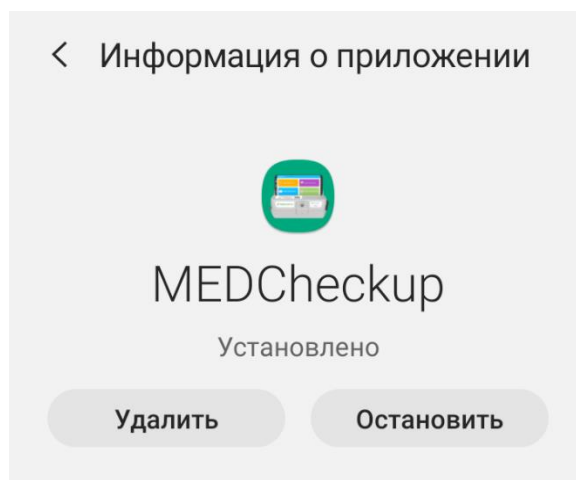

Рисунок 56 – Страница ПО MEDCheckup
3. Нажмите кнопку «Удалить» (рисунок 56).